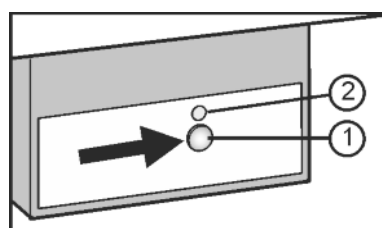

Fig. 9
- ▶ Stiskněte tlačítko On/Off Fig. 9 (1), až se rozsvítí LED Fig. 9 (2).